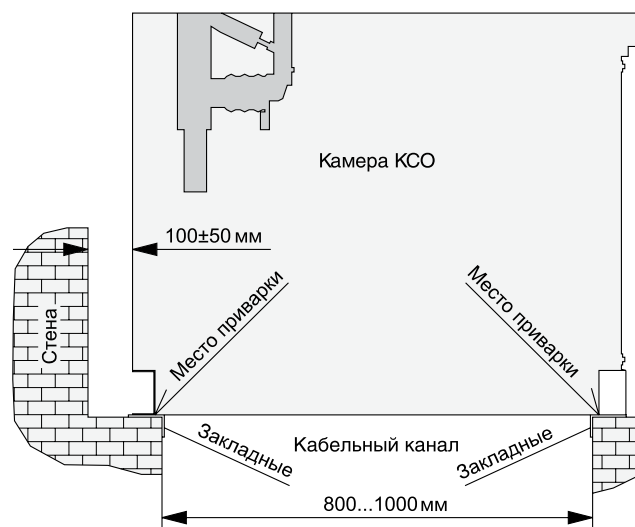

Рис. 16. Установка камеры на закладные
16.1. Камеры КСО устанавливаются на закладные детали (рис. 16).
16.8. Окончательное закрепление камер производится путем приварки их к закладным металлическим частям, заземляющей магистрали, как по фасадным, так и по задним панелям камер (рис.16). Элементы шинных мостов должны быть также сварены между собой и приварены к камерам.